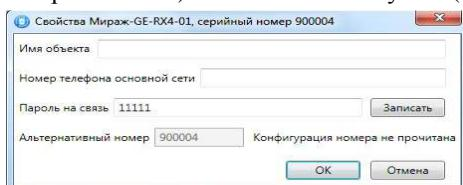

Рис.31 Задание параметров
- ✓ в открывшемся окне укажите имя объекта, номер телефона основной сети контроллера, задайте пароль на связь (по умолчанию установлен пароль 11111) и нажмите кнопку *OK* (Рис. 31);